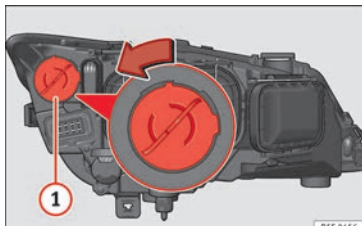

Fig. 105 Lâmpada da luz diurna.
- Rode o porta-lâmpadas » **Fig. 105 ①** para a esquerda e puxe.